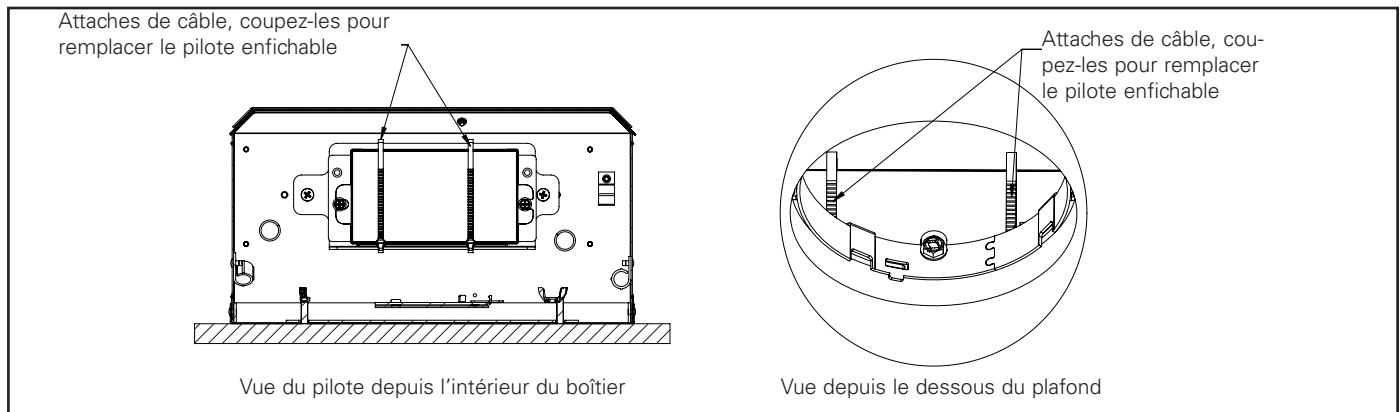

Figure 27.
7. Repérez les deux attaches de câble qui fixent le pilote enfichable (consultez la Figure 27) et coupez-les à l'aide d'un coupe-fil.